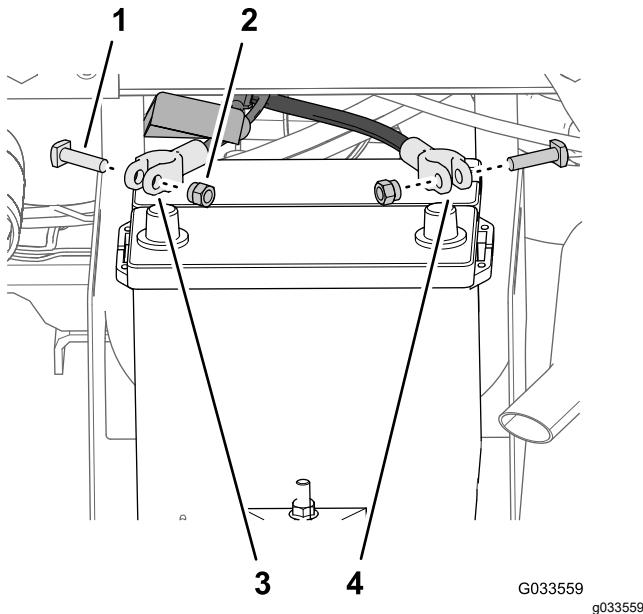

Figura 25
1. Retire las tuercas y los pernos en T de las abrazaderas de los cables positivo y negativo de la batería (Figura 25).